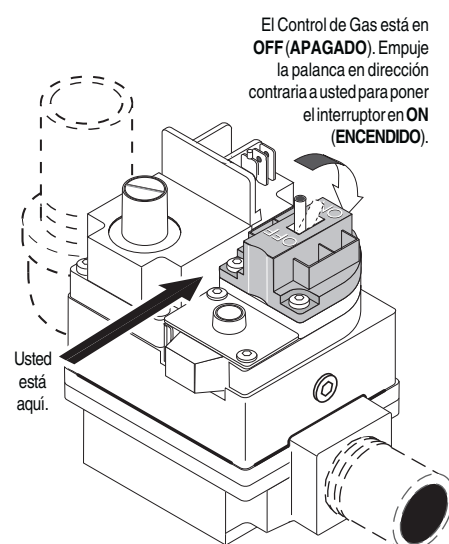

Figura 26.
6. **Válvula de Palanca:** Tire la palanca hacia usted para apagar el gas, ver Figura 26.
7. Espere cinco (5) minutos para sacar cualquier gas. Si luego le huele a gas, ¡DETENGASE! Siga el paso "B" de las instrucciones "Antes de Encender" (página 32). Si no le huele a gas, vaya al siguiente paso.
4. **Válvula de Palanca:** Tire la palanca hacia usted para apagar el gas, ver Figura 26.